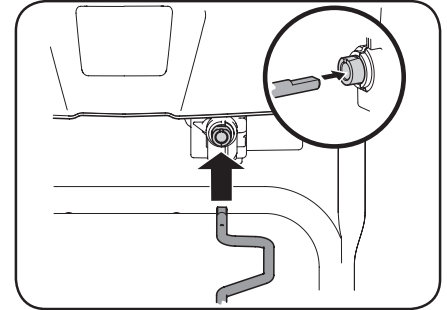

Figura 2-42
5. Inserte el otro extremo de la varilla de control del canal en el acoplador que se encuentra debajo del panel de la manija. Asegúrese de alinear el extremo plano de la varilla y el extremo plano del acoplador. Puede ser necesario girar la varilla hasta que se alineen estas dos superficies. Consulte el recuadro Figura 2-42.